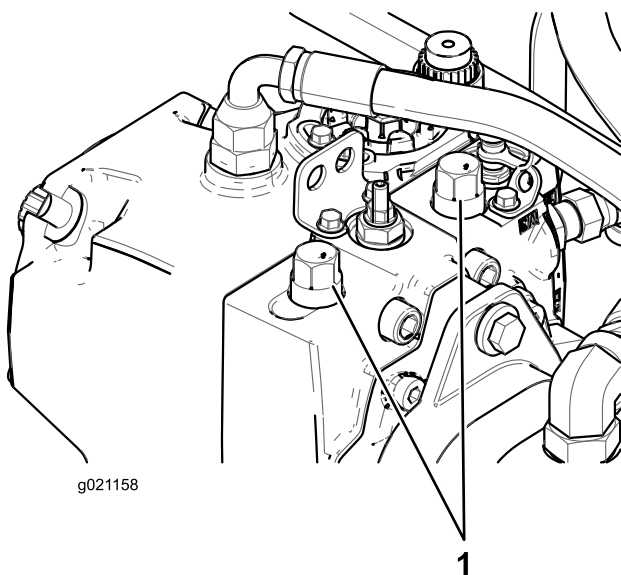

図 40
1. フードを開け、ポンプについているバイパスバルブを探し出す 図 40。